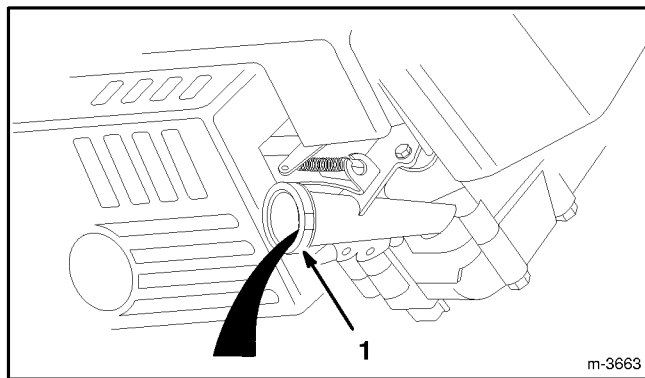

Abbildung 18
6. Mäher auf linke Seite kippen, damit das Öl in die Wanne ablaufen kann (Abb. 18).